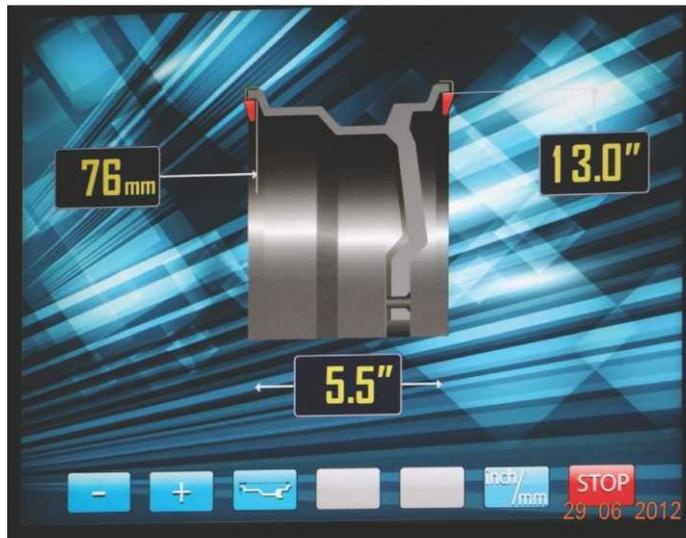

рис.10.2.
При включении питания СБ автоматически устанавливаются исходные параметры « d » и « b », записанные в памяти СБ, которые можно проконтролировать нажимая кнопку A, d, b кнопка 3 на рис.10.2.
корректирующих грузов на внутренней стороне диска (см. рис. 10.1) и удерживать штангу в этом положении до появления звукового сигнала, после чего возвратить штангу в исходное положение. При этом экран основного рабочего режима сменится на экран ввода геометрических параметров колеса рис.10.2.
В этом режиме функционируют кнопки «-» и «+» для ввода ширины диска, а также для коррекции диаметра диска и дистанции от корпуса СБ до колеса, если требуется их ручная коррекция. Переключение кнопок «-» и «+» для коррекции диаметра и дистанции осуществляется кнопкой А, d, b (кнопка 3 рис.10.2), при этом корректируемая величина выделяется красным цветом, кроме того кнопка А, d, b позволяет перейти к экрану ввода геометрических параметров из экрана основного рабочего режима.
11.2.1. Введите геометрические параметры колеса как описано в п. 10.2 или 10.4. На экране ввода геометрических параметров отображается стандартная балансировка грузами на пружинках рис.10.2 или 10.4.